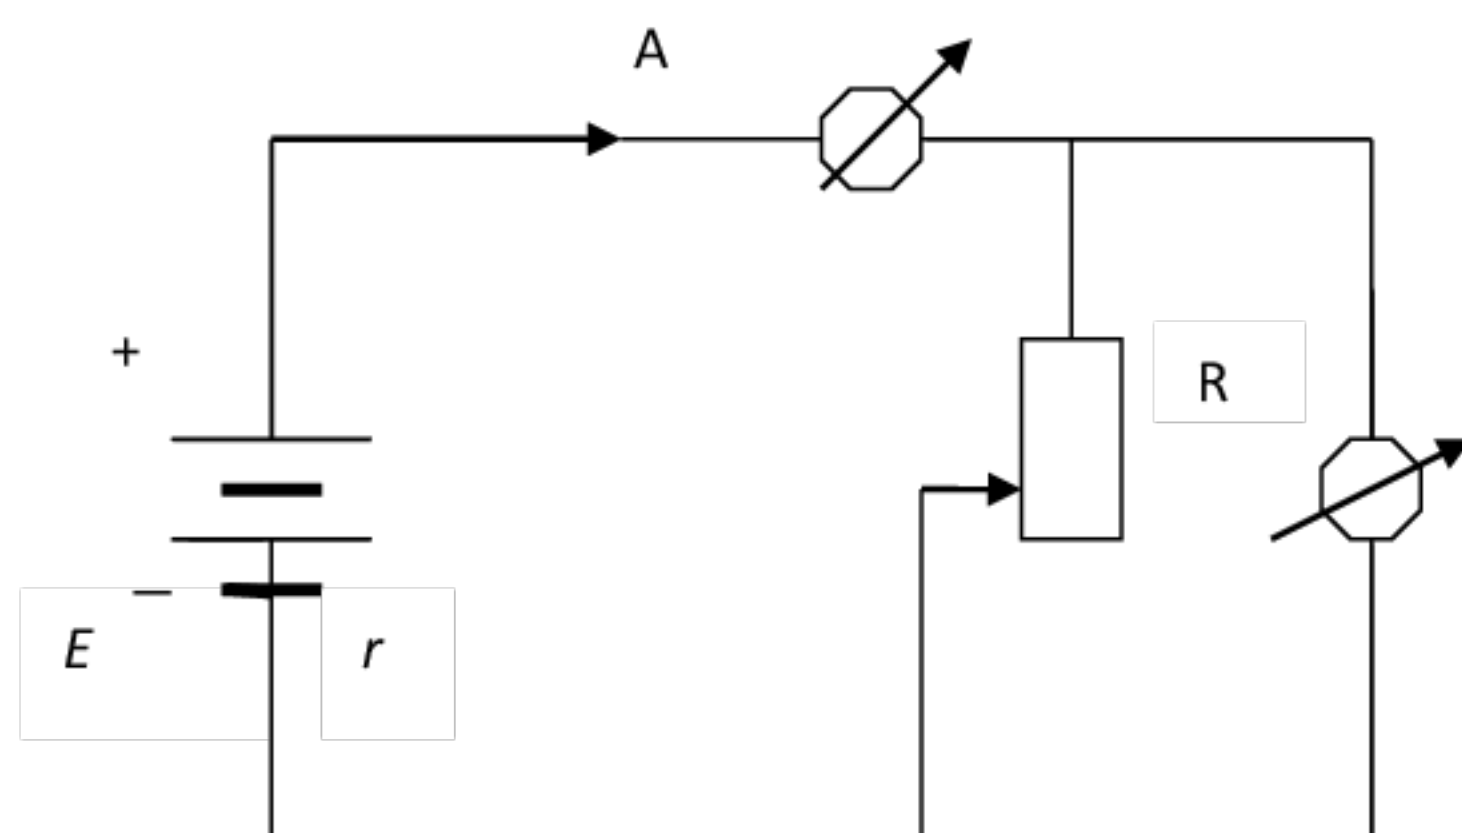

Рис.1.
1. Собрать схему (рис. 1).
3. Вычислить R_{x1} по формуле (3).
На рис. 1 представлена простейшая цепь, состоящая из источника постоянного тока с ЭДС E и внутренним сопротивлением r и нагрузочного реостата R . Для измерения силы тока и напряжения на нагрузке в цепь включены амперметр A и вольтметр V . В такой цепи сила тока, напряжение на нагрузке, полная и полезная мощности оказываются зависимыми от величины нагрузки. Сила тока, например, убывает с ростом сопротивления нагрузки в соответствии с известным законом Ома.